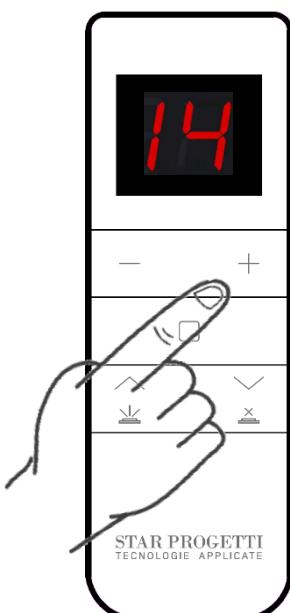
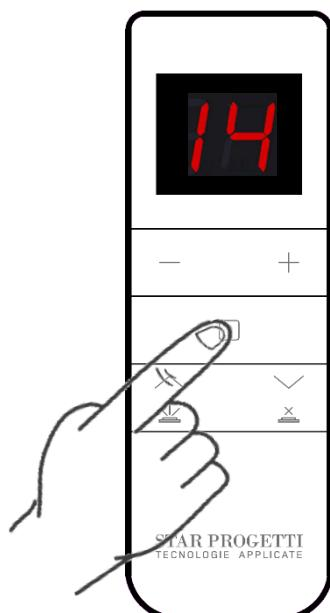

Рис. 15
Рис. 16
- При помощи кнопок «+» и «-» выберите канал 14 (рис. 15), а затем сразу нажмите кнопку, как показано на рис. 16